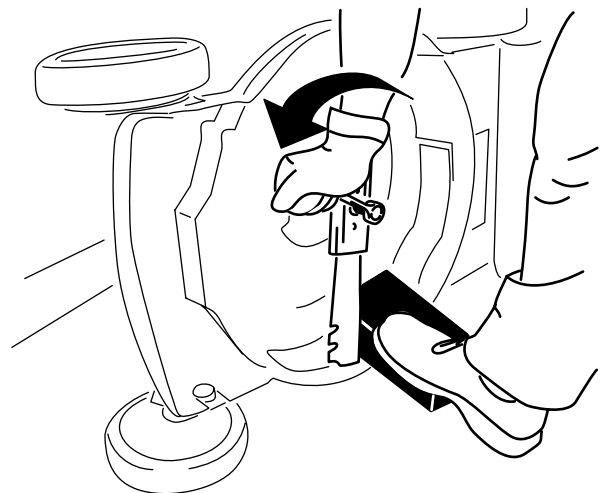

**Bild 25**
3. Stabilisieren Sie das Messer mit einem Holzblock (Bild 25).
4. Nehmen Sie das Messer ab und bewahren Sie alle Befestigungsschrauben auf (Bild 25).